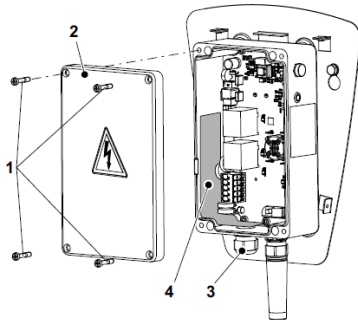

Abbildung 4: wallbe® LEO, geöffnetes Elektronikgehäuse
1. Die vier Schrauben (Abb. 4/1) lösen und den Deckel des Elektronikgehäuses (Abb. 4/2) abnehmen.
2. Die Kabelverschraubung ESKV25 (Beipackzubehör) mit dem dazugehörigen Dichtring EADR25 (Beipackzubehör) in das Elektronikgehäuse einschrauben (Abb. 4/3) und festziehen (ca. 8 Nm).
5. Die Hinweise auf dem Aufkleber (Abb. 4/4) beachten und danach den Aufkleber an der Kabeleinführung durchstoßen.
9. Den Deckel des Elektronikgehäuses (Abb. 4/2) aufsetzen und die vier Schrauben festziehen (2,5 Nm).